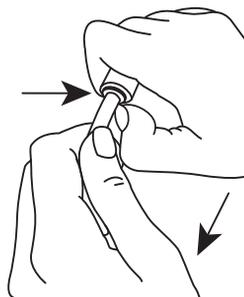

Рис. 4
- Зажмите кольцо на замке (Рис. 4).